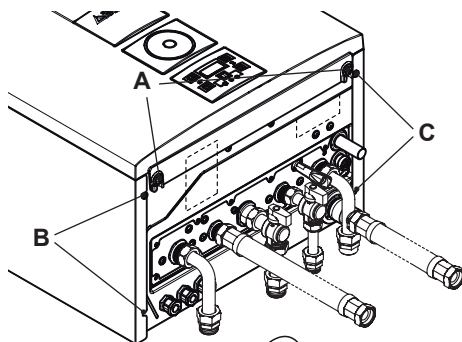
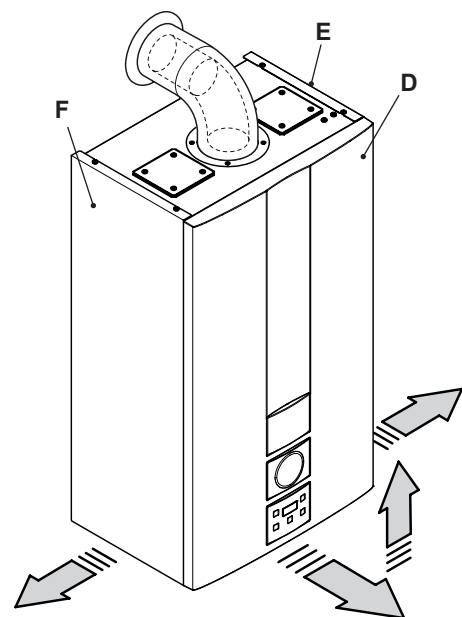

Figura 9.5
Figura 9.6
- Svitare le viti A e rimuovere il pannello frontale D tirandolo a sé e quindi spingendolo verso l'alto in modo da liberarlo dalle sedi superiori (Figura 9.5 e Figura 9.6).
Allentare la viti B e C in Figura 9.5 e togliere i due pannelli laterali E ed F tirandoli verso l'esterno.
- Bloccare il pannello frontale D con le apposite viti A (Figura 9.5).